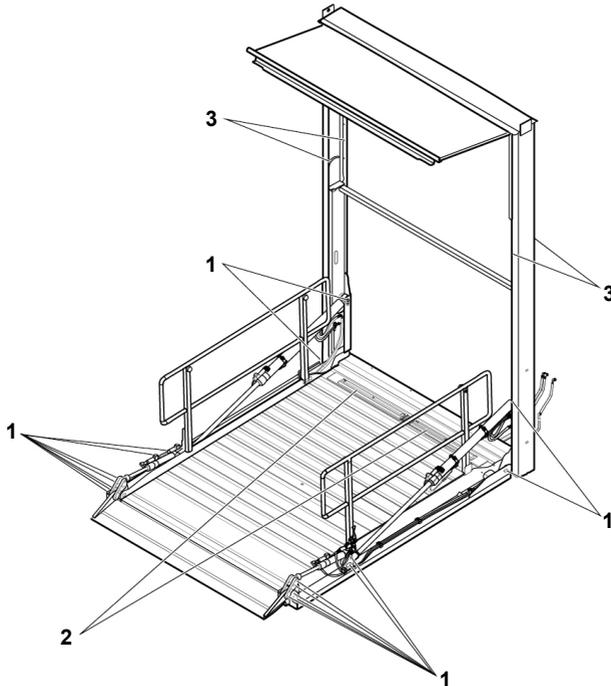

Abbildung 13: Schmierstellen
- ▶ Säubern Sie die Kegelschmiernippel (1, siehe Abbildung 13, Seite 53).